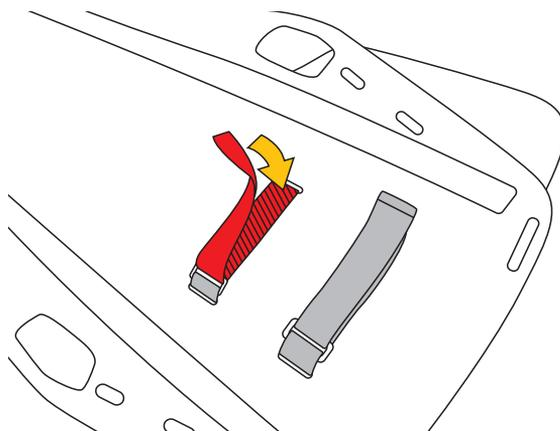

Fig.5
b) Fissare il fermacapo tirando e sovrapponendo, nella parte sottostante della tavola spinale, le fettucce di velcro (fig. 5).